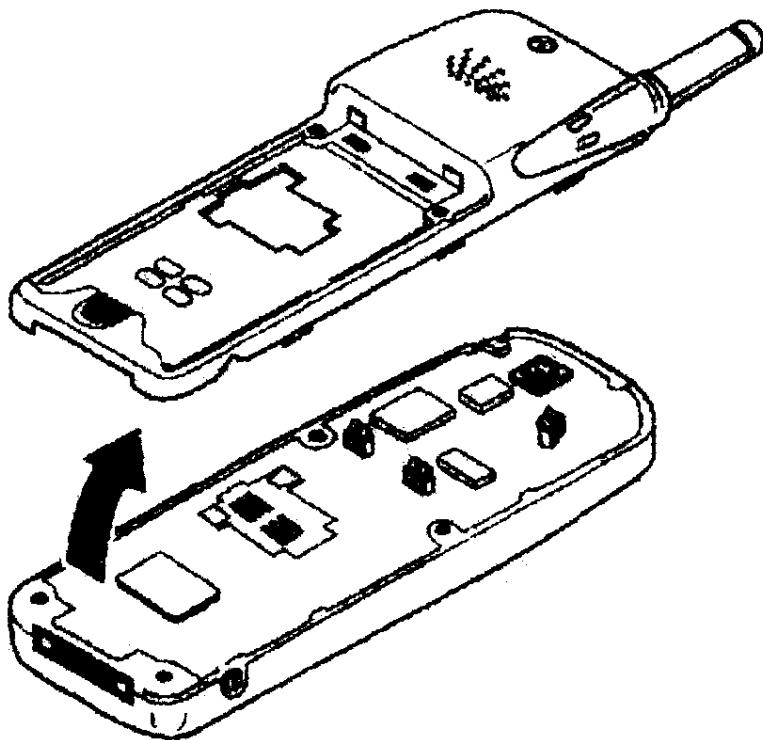

图2 外壳的拆卸
2. 从外壳护盖的一端连结处拉出外壳（见图2）。由于夹持的夹子可能非常紧，所以在分离外壳与护盖时要格外小心，如果